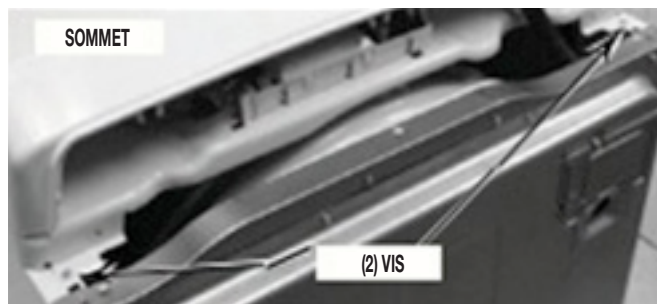

FIGURE 2
2. Retirer deux (2) vis à l'arrière du sommet. Voir la Figure 2. Le dessus peut alors glisser vers l'arrière.